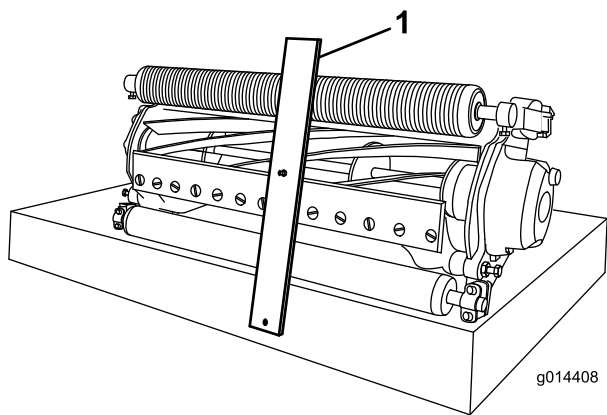

Figure 10
2. Accrochez la tête du boulon du gabarit de hauteur de coupe au tranchant sur le côté droit de la contre-lame et appuyez l'arrière du gabarit contre l'arrière du rouleau (Figure 10).